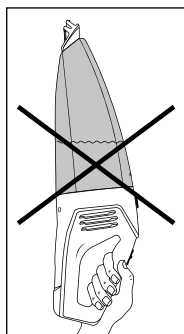

Fig. 3
- ▶ Se l'apparecchio viene trasportato orizzontalmente o con la bocchetta per l'aspirazione dei liquidi ❶ rivolta verso l'alto, può capitare che fuoriesca del liquido (vedere fig. 3 e 4):